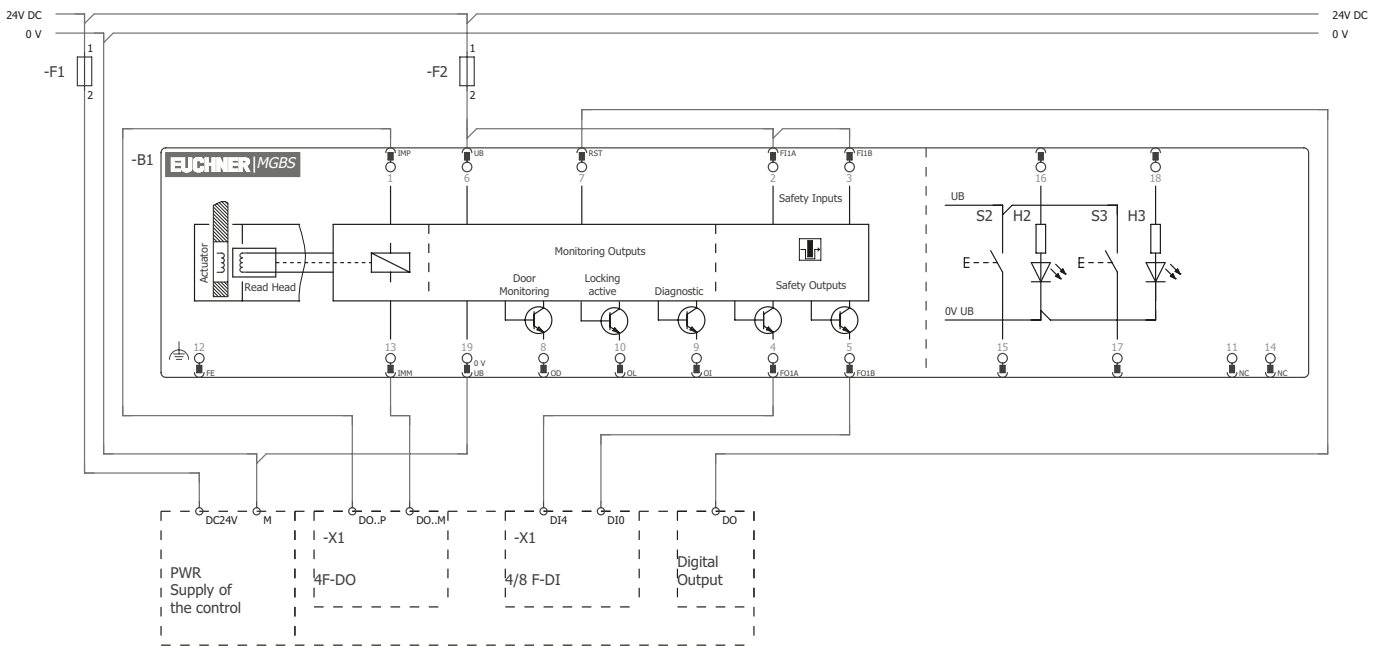

図 7: ET200 に対する接続に関する接続例
- ▶ 制御システムの安全出力を使ったソレノイドバルブのデュアルチャンネル制御の場合、以下のポイントを順守してください (図 7 (P 30) 参照):